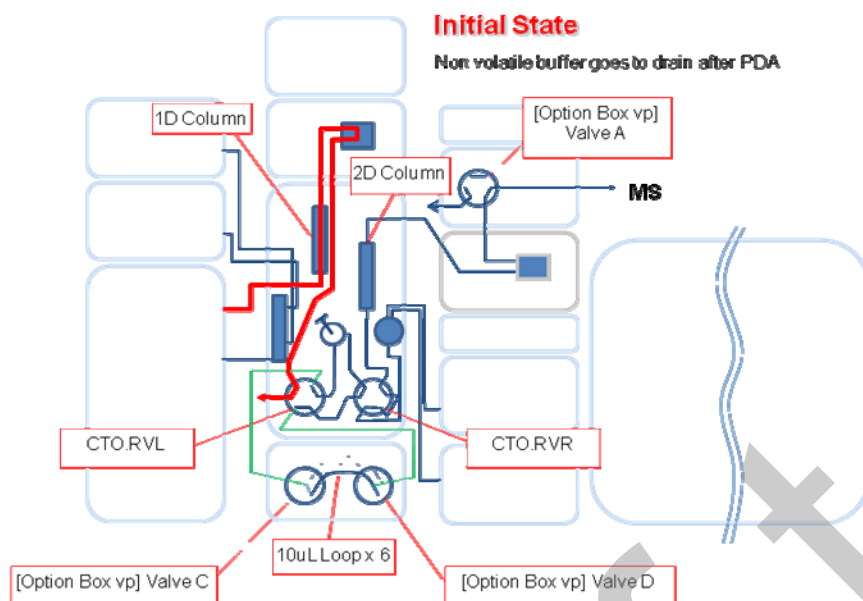

图 1. 初始状态，1stD 分析
1. 1stD 初始状态，药物样品进样，如图 1 所示。此配置与常规 LC 一致，可将药典中的测试方法完全移植过来。此过程的一个重要目的在于确定目标杂质的保留时间。